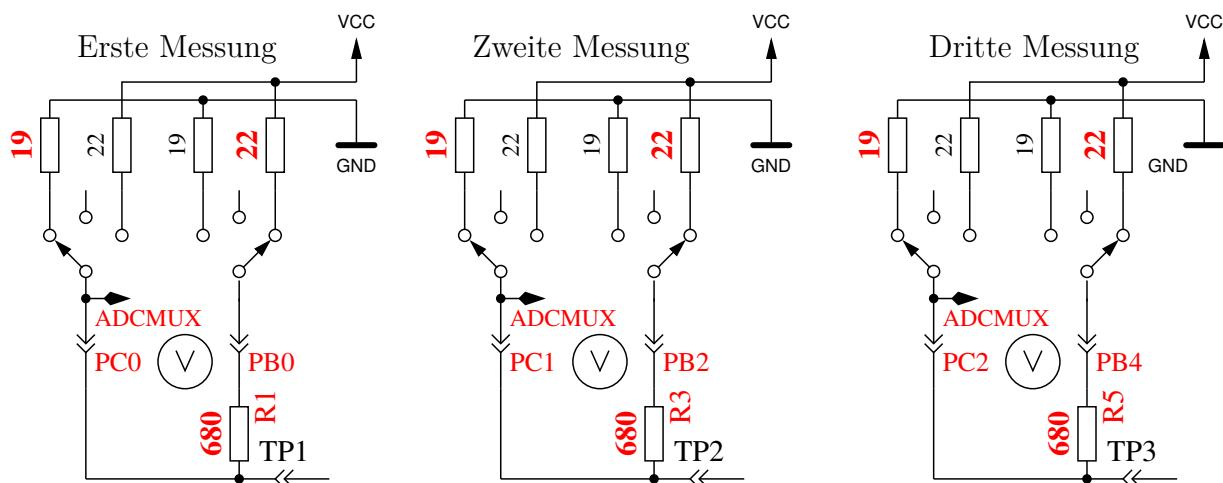

Abbildung 5.66. Messung des Innenwiderstandes von auf GND geschalteten Port-C-Ausgängen.
6. Dieser Schritt testet die **Fähigkeit von mit VCC (+) verbundenen $470k\Omega$ -Widerständen (H) die Testpins auf VCC zu ziehen**. Zeile 1 zeigt den Text „RH+“. Der bestmögliche mV Wert für die drei Messungen wäre 0 in Zeile 2, da die Diffenz zu VCC dargestellt wird. Große Abweichungen vom Idealwert für Schritt 5 und 6 sind Fehler wie Isolations-Problem, Flussmittelreste oder beschädigter Port.
8. **Messung des Innenwiderstandes eines auf GND geschalteten Ausgangs.** Dieser und die folgenden Schritte werden nur bei gewählter AUTO_CAL-Option durchgeführt. Die internen Port-C-Widerstände von auf GND (-) geschalteten Ausgängen werden mit dem Strom der nach VCC (+) geschalteten 680Ω Widerstände gemessen, siehe Abbildung 5.66. Es werden nur die drei Pins des ADC-Ports vermessen, die Widerstands-Ports PB0, PB2 und PB4 können nicht ohne Veränderung der Hardware gemessen werden. Es wird angenommen, dass die Portwiderstände von unterschiedlichen Ports nahezu identisch sind. Der Widerstandswert wird im nächsten Schritt mit ausgegeben.